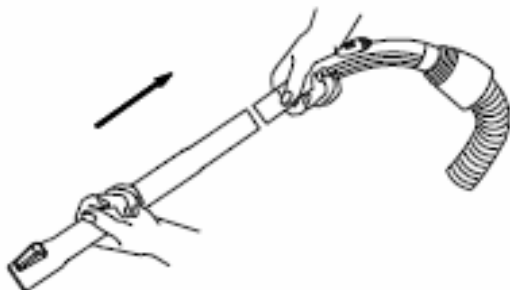

Рис. 2
- **Вставьте наконечник ручки шланга в неподвижную часть телескопической трубки. (Рис. 2)**